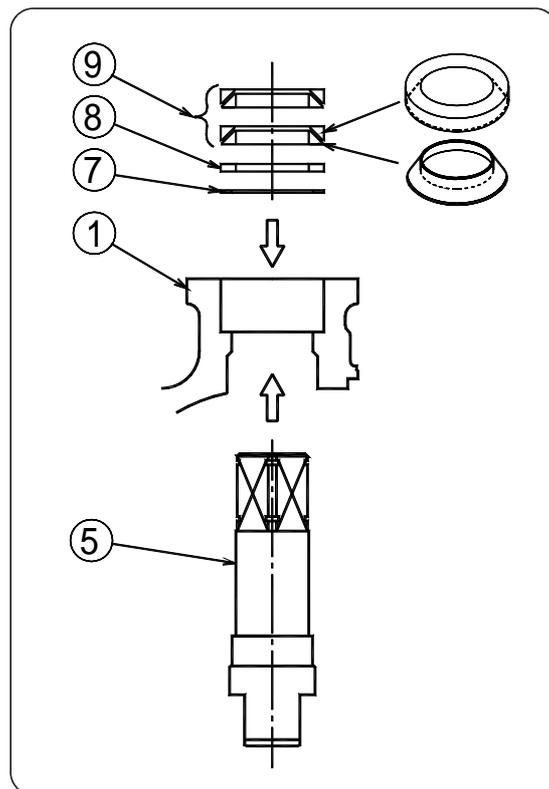

図 1
- 6) 図 1 を参照して, 入れる順序, 方向を確認し, スラストベアリング, ステムリング, グランドパッキン の順に装着する。